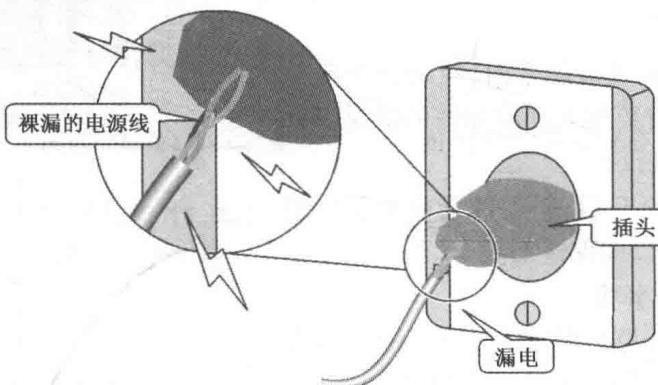

图 1-10 插座漏电示意图
- ①使用的工具设备必须是符合安全要求的合格产品。
- ②应定期对农用、家用电器设备进行维护和检修,确保其绝缘强度保持在合格状态,以免发生因漏电而导致的触电事故,如图 1-10 所示。